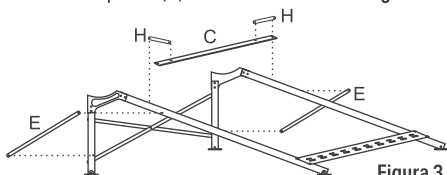

Figura 3
3) Ensamble los soportes laterales (E) en cada base.
Por la parte superior ensamble la barra tensadora (C) con los soportes (H) como se muestra en la Figura 3.